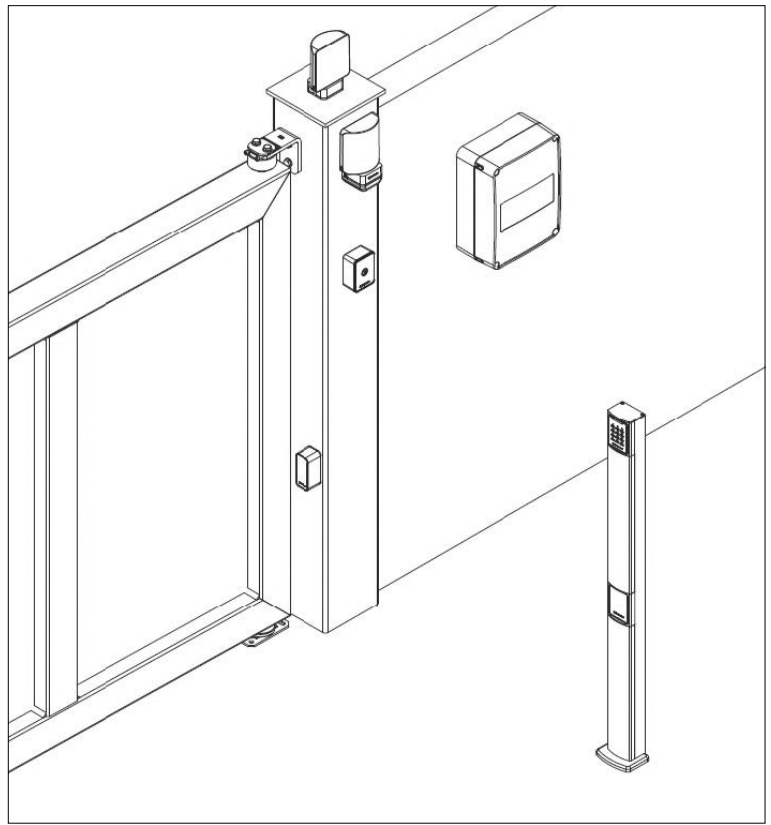

FIG. 1
- Fissare le colonnine al pavimento con dei tasselli adatti o, nel caso di cemento fresco, immergere la piastra con tirafondi come illustrato nelle FIG. 1 e 2.
- Fixer les colonnes au sol avec des chevilles adaptées ou, en cas de ciment frais, noyer la plaque avec des entretoises comme représenté aux FIG. 1 et 2.
- Secure the posts to the ground with suitable screw anchors or, in the case of fresh concrete, embed the base plate with anchor bolts as shown in FIG. 1 and 2.
- Fije las columnas al pavimento con tacos adecuados o, en el caso de cemento fresco, sumerja la placa con tirafondos, tal como se muestra en las FIG. 1 y 2.
- Die Säulen mit geeigneten Dübeln am Boden befestigen oder, im Falle von frischem Zement, die Platte mit Ankerbolzen einbetten (siehe ABB. 1 und 2).